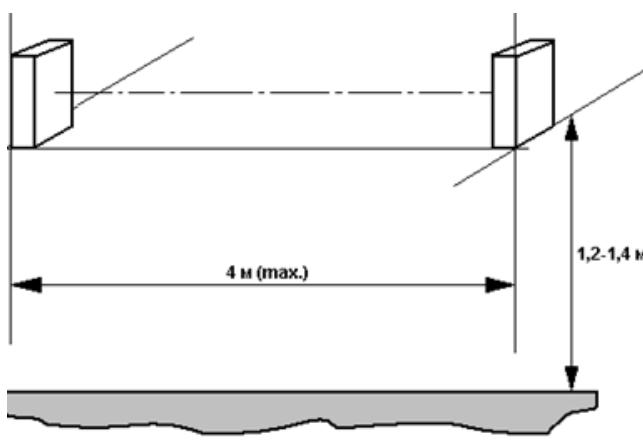

Рис. 1
2. Установить ИК-передатчик и ИК-приемник на высоте 1,3-1,4 м от пола, как показано на (Рис.1). Устанавливать датчики необходимо так, чтобы они находились в одной горизонтальной плоскости, строго напротив друг друга. Правильность установки контролируется в режиме «ТЕСТ», при перекрытии прохода должны гаснуть вертикальные сегменты индикатора со стороны перекрываемого фотоприёмника. Когда оба фотоприёмника открыты не должно быть пропаданий вертикальных сегментов индикатора. Пропадание вертикальных сегментов говорит о нестабильности приема сигнала передатчика, помехе, или засветке. Для выхода из режима тест нажать кнопку «СБРОС».